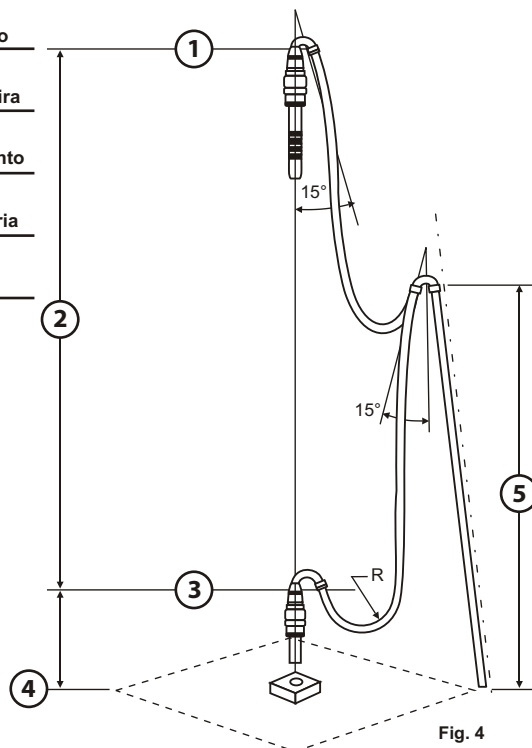

Fig. 4
1. Com o intuito de evitar cortes superficiais na mangueira, o comprimento da mangueira e da tubulação devem ser compatíveis e calculados para que tenhamos espaço suficiente para que a instalação da mangueira seja feita de forma à atender as tolerâncias, quanto ao raio de curvatura. Especificando comprimentos mínimos e máximos, para isto recomendamos o cálculo abaixo (Fig. 4).
1. Con la intención de evitar cortes superficiales en la manguera, el largo de la manguera y la tubería deben ser compatibles y calculados para que tengamos espacio suficiente para que la instalación de la manguera sea realizada para atender las tolerancias, de acuerdo al siguiente calculo (Fig. 4).
1. Use a equação à seguir, para determinar o comprimento da tubulação (**Fig. 4**).
1. Use la siguiente ecuación para determinar la longitud de la tubería (**Fig. 4**).